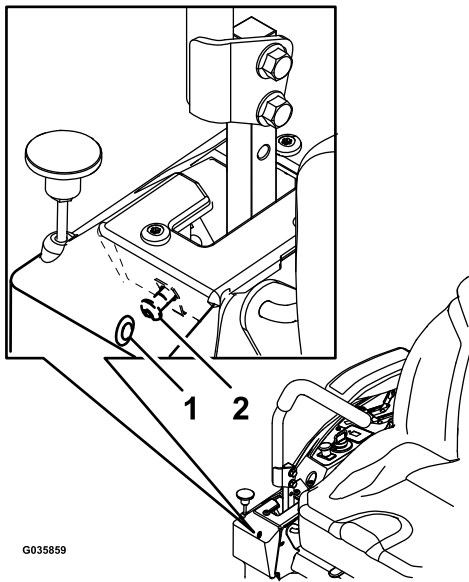

Figura 57
6. Si la máquina se desvía hacia la derecha, inserte una llave hexagonal de 3/16" a través del taladro de acceso en el panel de la cubierta delantera derecha, y gire el tornillo de dirección en el sentido de las agujas del reloj o en sentido contrario a las agujas del reloj para ajustar el desplazamiento de la palanca (Figura 57).
7. Si la máquina se desvía hacia la izquierda, inserte una llave hexagonal de 3/16" a través del taladro de acceso en el panel de la cubierta delantera derecha, y gire el tornillo de dirección en el sentido de las agujas del reloj o en sentido contrario a las agujas del reloj para ajustar el desplazamiento de la palanca (Figura 57).